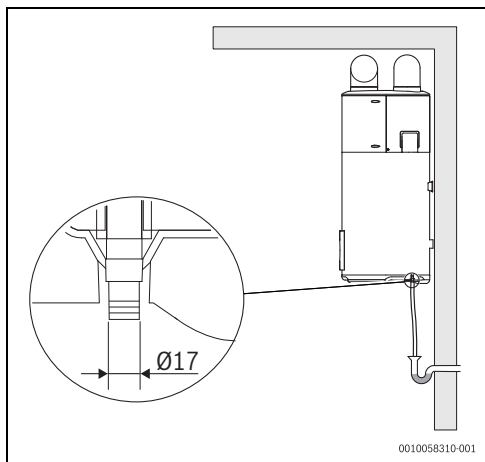

Fig. 21 Ligação da drenagem de condensados
- ▶ Ligar uma tubagem flexível \varnothing 17mm (Fig. 21).